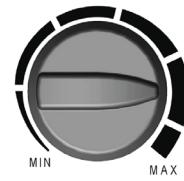

FIG. 4
- Romtemperaturen kan stilles inn med reguleringsskappen (Fig. 4). När den förhåndsinstilte temperaturen er oppnådd, vil termostaten slå av varmeelementene automatisk. Viften fortsetter å gå, og beskytter dermed enheten mot overoppheating. Hvis temperaturen faller under den förhåndsinstilte verdien, slår systemet automatisk på varmeelementene igjen.